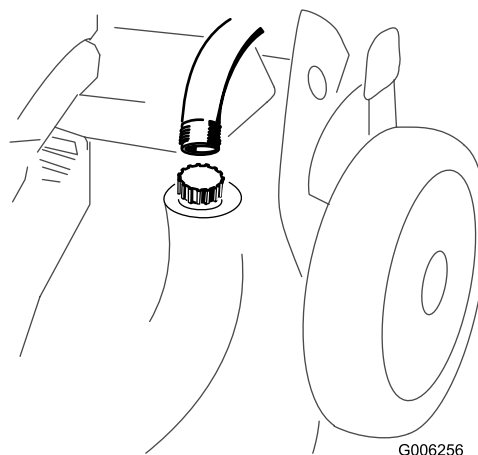

Figura 41
3. Introduzca una manguera de jardín conectada a un grifo en el orificio de lavado de la carcasa del cortacésped (Figura 41).